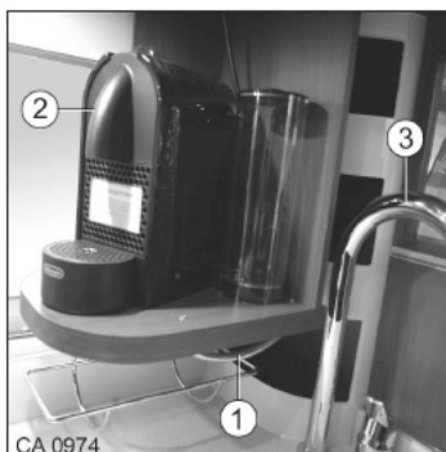

Fig. 135 Cafetière à capsules dans le placard de pavillon
1. Tourner le robinet (Fig. 135/3) vers la droite.
2. Tirer sur la poignée (Fig. 135/1) jusqu'à ce que la cafetière à capsules (Fig. 135/2) soit complètement sortie. Veiller à ce qu'il n'y ait pas d'objets dans le rayon d'action.
3. Pour ranger la cafetière à capsules (Fig. 135/2), la glisser complètement dans le placard de pavillon en la tenant par la poignée (Fig. 135/1).